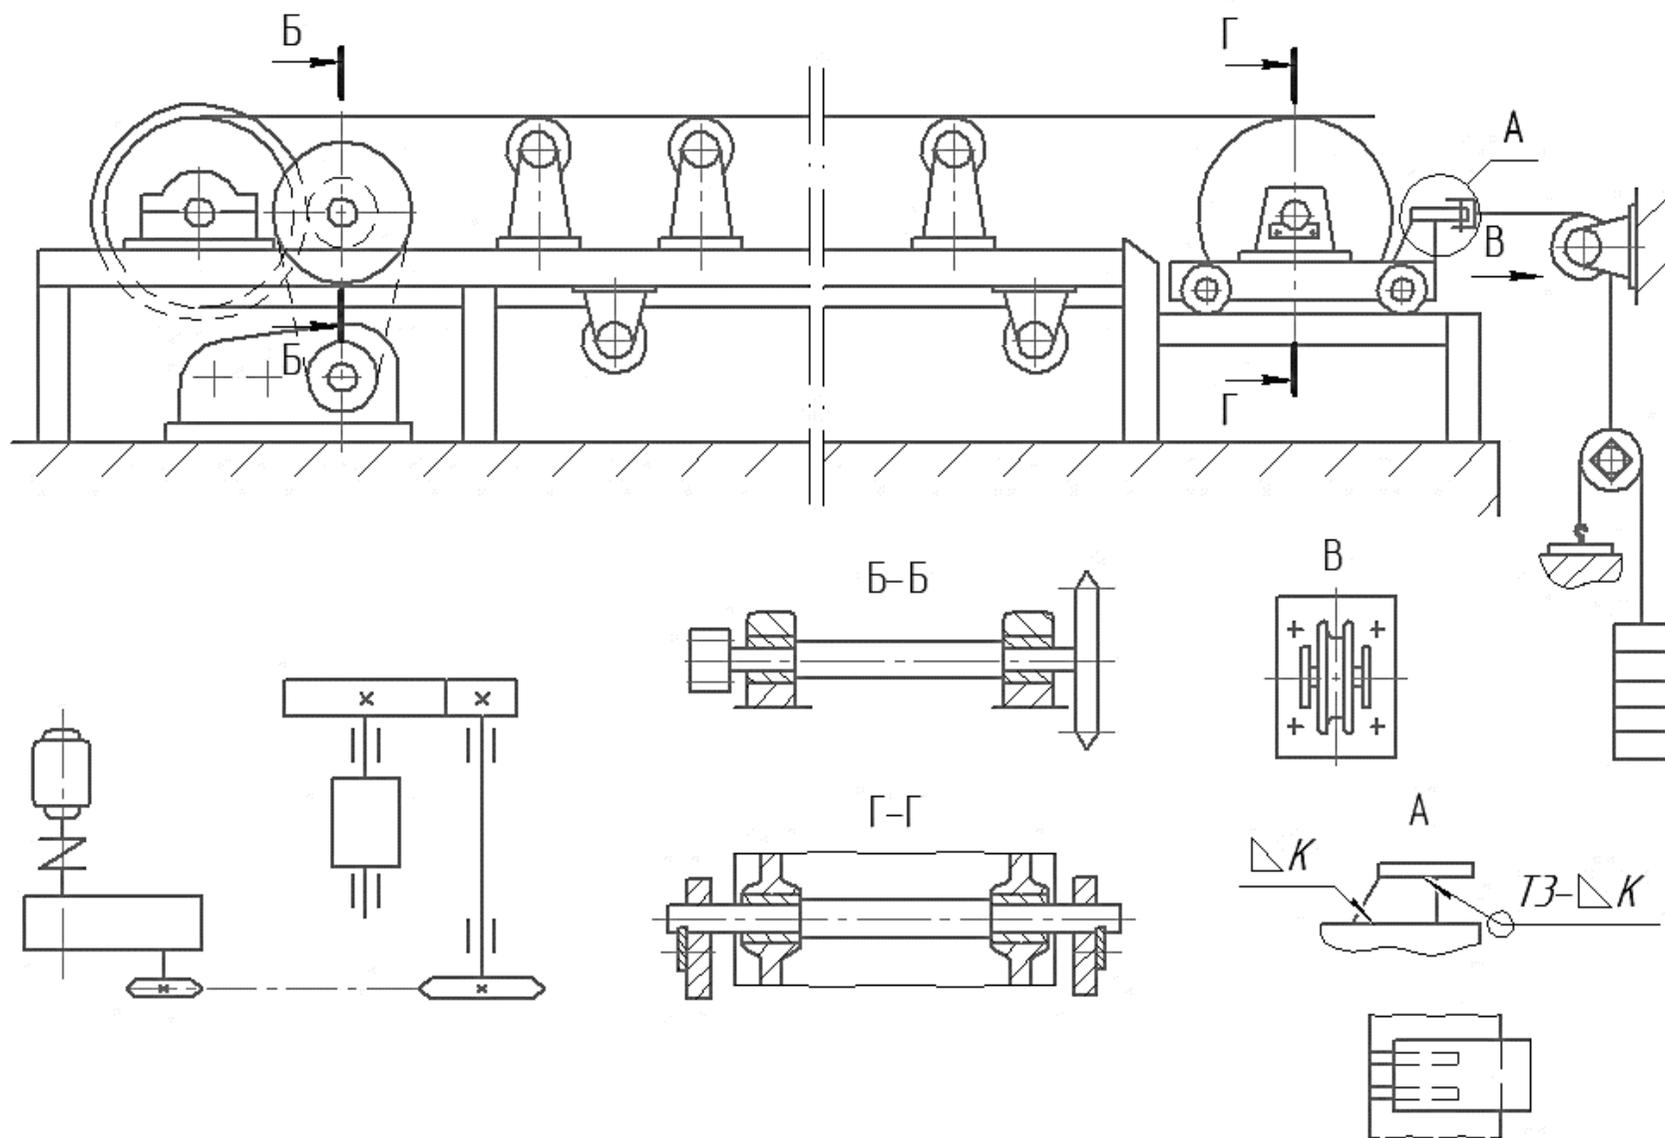

Рисунок 7 – Ленточный элеватор
55. Определить производительность, ширину ленты и потребную мощность двигателя привода ленточного конвейера при известных весе погонного метра груза  $q$ , элементов конвейера и скорости ленты  $v$  (рис. 7). Задача выполняется в общем виде без числовых значений.
56. Проверить прочность промежуточного вала привода ленточного конвейера при известном тяговом усилии  $W$  (рис. 7, Б-Б). Задача выполняется в общем виде без числовых значений.
57. Проверить прочность шпоночного соединения шестерни с промежуточным валом диаметром  $d = 50$  мм при известном тяговом усилии  $W = 4000$  Н (рис. 7, Б-Б). Диаметр приводного барабана  $D_6 = 400$  мм, передаточное число открытой передачи  $u_{оп} = 2,5$ . Недостающими данными задаться.
58. Определить вес груза натяжного устройства ленточного конвейера при известных весах погонного метра груза  $q$  и элементов конвейера (рис. 7). Задача выполняется в общем виде без числовых значений.
59. Рассчитать болты крепления кронштейна направляющего блока натяжного устройства к стене при известном весе натяжного груза  $G_{гр} = 1000$  Н (рис. 7, вид В). Недостающими данными задаться.
60. Проверить подшипники скольжения (и качения) при установке их в ступицах натяжного барабана при известном натяжении каната натяжного устройства  $W_k = 2000$  Н (рис. 7, Г-Г). Недостающими данными задаться.
61. Проверить прочность оси натяжного барабана при известном натяжении каната натяжного устройства  $W_k = 2600$  Н (рис. 7, Г-Г). Расстоянием между подшипниками и опорами задаться.
62. Проверить прочность сварных соединений кронштейна крепления грузового каната к тележке натяжного устройства при известном натяжении каната натяжного устройства (рис. 7, узел А). Задача выполняется в общем виде без числовых значений.
63. Определить пусковой момент  $T_n$  привода конвейера, приведенный к валу двигателя, при известных времени пуска  $t_n$ , весе погонного метра груза и элементов конвейера, и скорости ленты  $v$  (рис. 7). Задача выполняется в общем виде без числовых значений.